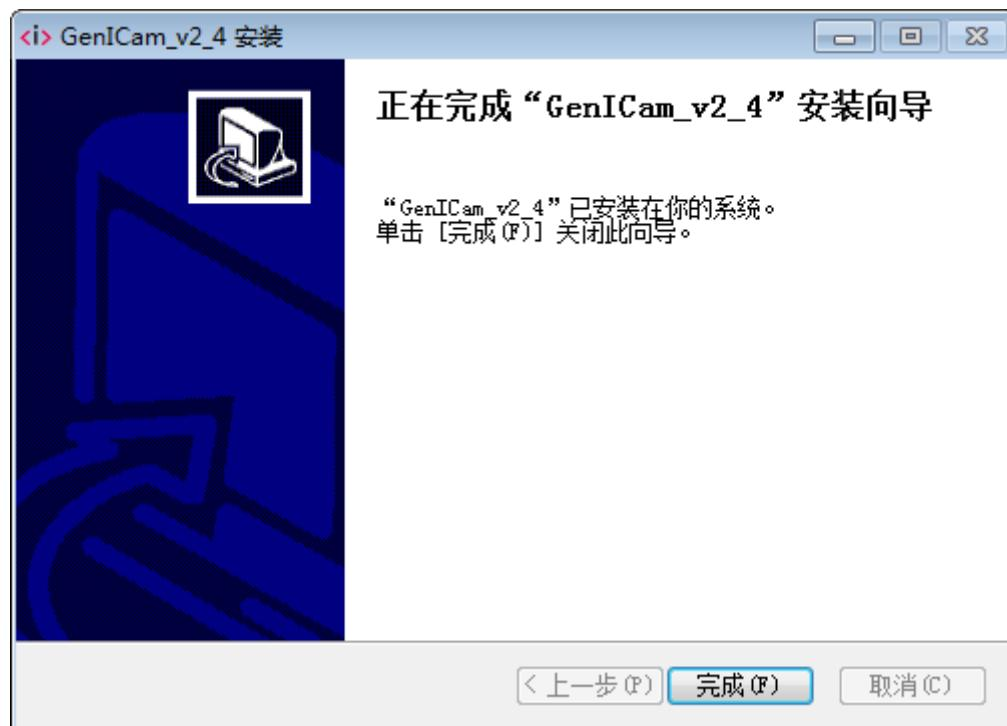
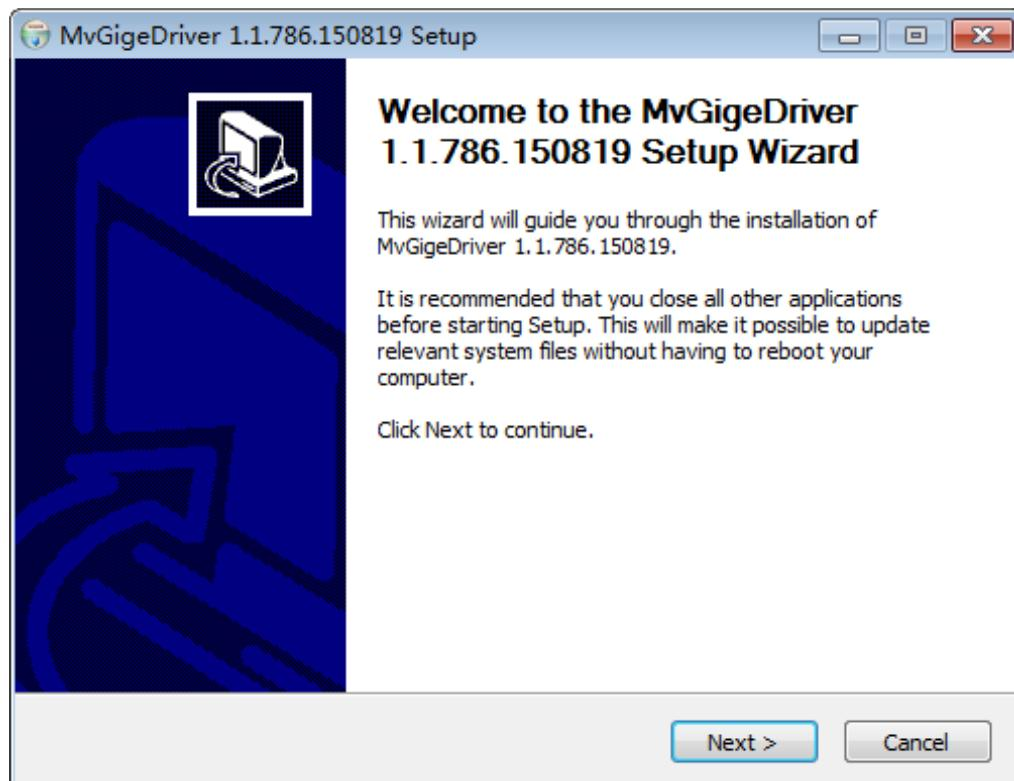

图2-2 GenICam 安装界面
图2-3 MvGigeDriver 安装界面
4. 点击安装按钮会先开始安装 GenICam_v2.4 和 MvGigeDriver 驱动程序，安装完成后会继续安装客户端程序。如图 2-2、图 2-3 所示。